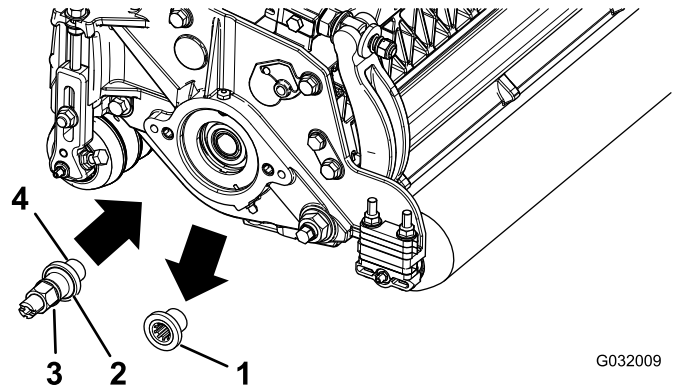

Figure 2
2. Retirez l'insert fileté du plateau de coupe pour l'entraînement de brosse de rouleau arrière (Figure 2) et mettez-le au rebut.
4. Appliquez du frein-filet sur le filetage de l'arbre d'entraînement (Figure 2) et posez l'arbre d'entraînement gauche ou droit en le serrant à un couple de 115 à 128 N·m.